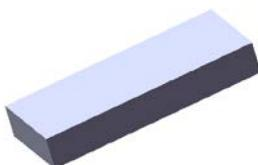
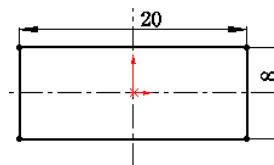

图 7.3 凸台一拉伸 1
图 7.4 横断面草图
Step2. 创建图 7.3 所示的零件基础特征——凸台一拉伸 1。
(1) 选择命令。选择下拉菜单 **插入(I)** → **凸台/基体(B)...** → **拉伸(E)...** 命令(或单击“特征(F)”工具栏中的 按钮)。
(2) 定义特征的横断面草图。
- ① 定义草图平面。选取前视基准面作为草图平面。
- ② 定义横断面草图。在草图环境中绘制图 7.4 所示的横断面草图。
- ③ 选择下拉菜单 **插入(I)** → **退出草图** 命令，退出草图环境，此时系统弹出“凸台一拉伸”对话框。
- ④ 定义拉伸深度属性。
- ① 定义深度方向。采用系统默认的深度方向。
- ② 定义深度类型和深度值。在 **方向1** 区域的 **下拉列表** 中选择 **给定深度** 选项，在 **文本框** 中输入深度值 3.0。